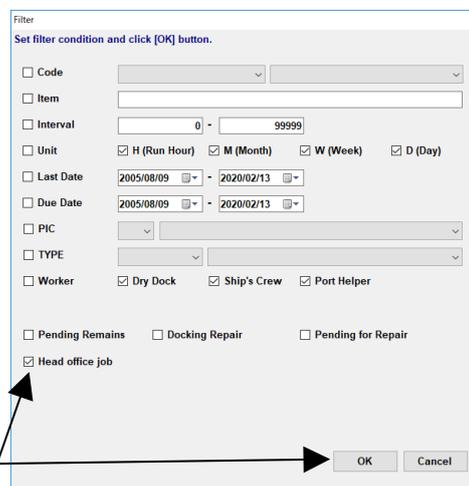
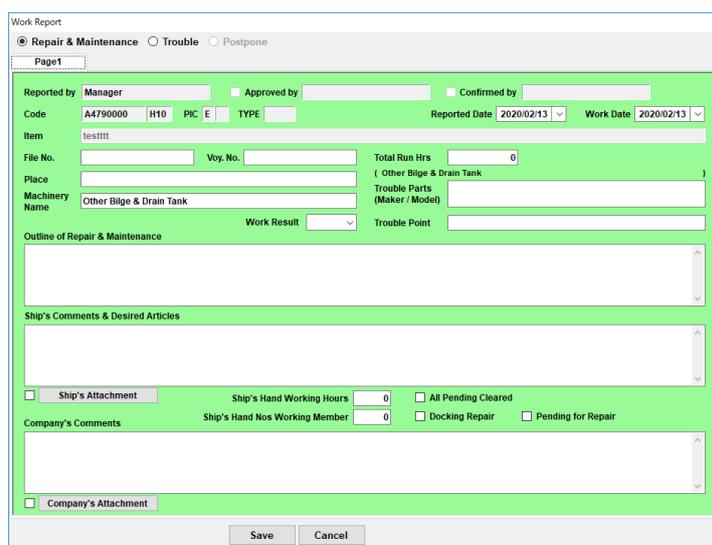

図 7-2 Filter 画面
図 7-3 作業報告書 画面
- ③ “Filter”ボタンを選択してください。“Filter 画面”(図 7-2)が表示されます。
- ④ Head office job を選択し、OK ボタンを押下することで、Head office job のみを抽出することができます。
- ⑤ 抽出された作業項目を選択すると、[Report Input]ボタンが表示されます。
- ⑥ 作業項目横のチェックボックスにチェックを入れることで、作業報告書が表示されます。(図 7-3)
- ⑦ Repair & Maintenance または Trouble のいずれかを選択し、報告書の内容を記入してください。